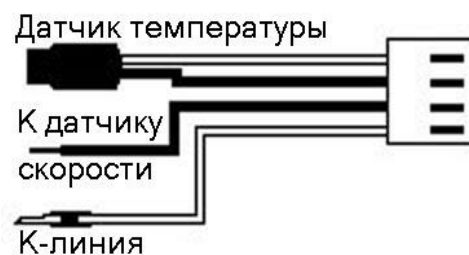
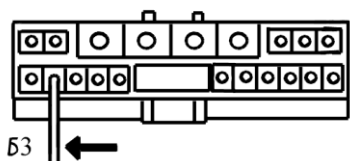
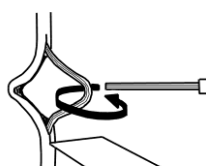

Рис. 7
Рис. 8
Рис. 9
- 14) Протяните чёрный провод, который идёт в поставке (рис. 7), в правый нижний угол автомобиля. Найдите жгут с разъёмом и подключите чёрный провод от бортового компьютера к 2 контакту (бело-зелёный провод) разъёма, который идёт на спидометр (рис. 8). Родной провод рекомендуется не отрезать, а разрезав изоляцию скрутить с проводом (по возможности спаять) и заизолировать (рис. 9). Если у вас Lanos DOHC 1.6 и нет разъема (рис. 8), тогда подключаем, как показано на рисунке 11. Если ЭБУ подключается 2-мя 32-х контактными разъемами, то черный провод подключаются к 10 контакту. Т.е. если мы смотрим на ЭБУ, справа у нас красный разъём, то на белом подключаем к 10-му верхнему контакту.
- 16) Подсоедините этот провод в точку «М» диагностического разъёма со стороны подключения диагностического тестера (рис. 10(А) для Ланоса или рис. 10(Б) для Ланос Шевроле). Родной провод рекомендуется не отрезать, а разрезав изоляцию скрутить с проводом компьютера (по возможности спаять) и заизолировать (рис. 9).